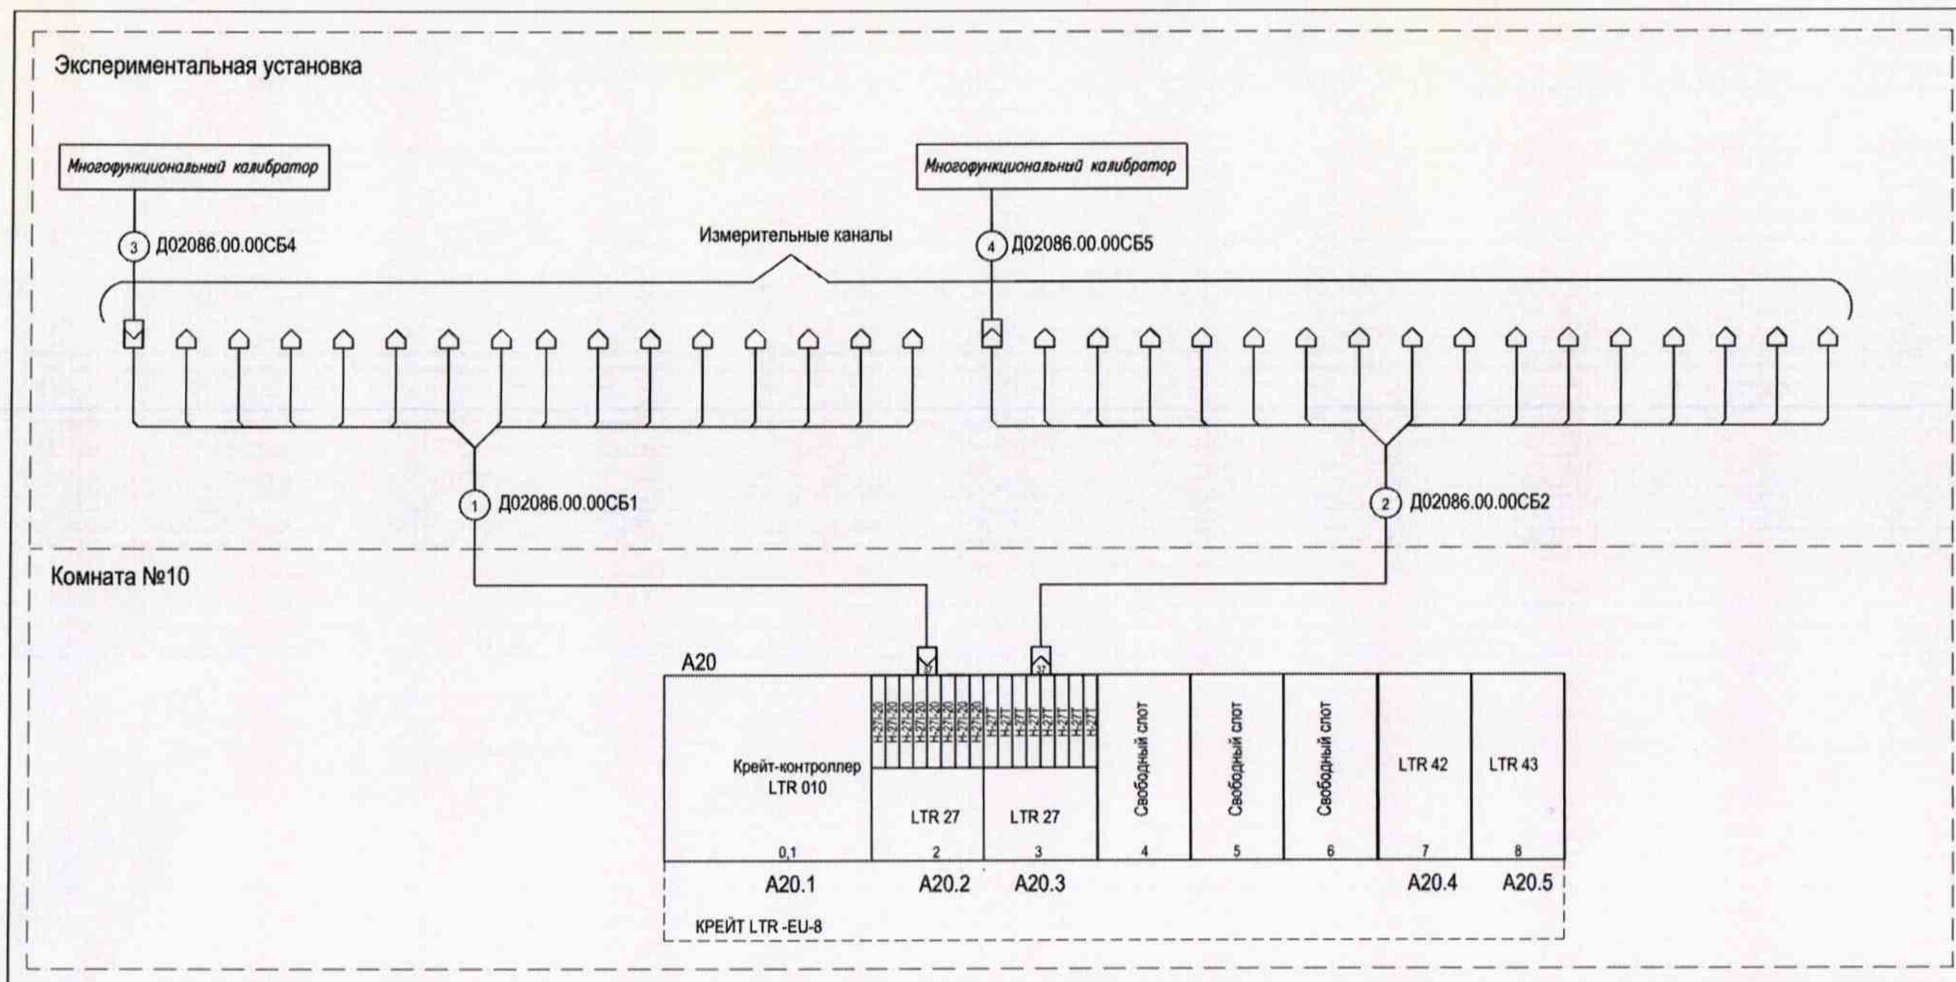

Рисунок 4.1 – Схема подключения ИК
4.7.2.2 Подключить кабели Д02086.00.00СБ1, Д02086.00.00СБ2, Д02086.00.00СБ4, Д02086.00.00СБ5 к ИВК «ЛУЧ» по схеме подключения ИК (рисунок 4.1).
4.7.3.5 Подключить FLUKE 5502E к последующим ИК, отображенных на схеме подключения ИК рисунок 4.1. Регистрацию вести согласно п. 4.7.2.4.2, 4.7.3.3, 4.7.3.4 руководства по эксплуатации Д02086.00.00РЭ.
4.7.4.1 Собрать схему подключения измерительных каналов в соответствии с рис.4.1 для определения абсолютной погрешности измерений напряжения постоянного тока в диапазоне от -25 до +75 мВ (частота опроса 100 Гц) ИК Ltr27 (Н-27Т) (количество ИК – 16).
4.7.4.5 Подключить FLUKE 5502E к последующим ИК, отображенных на схеме подключения измерительных каналов рисунок 4.1. Регистрацию вести согласно п. 4.7.2.4.2, 4.7.4.3, 4.7.4.4 руководства по эксплуатации Д02086.00.00РЭ.